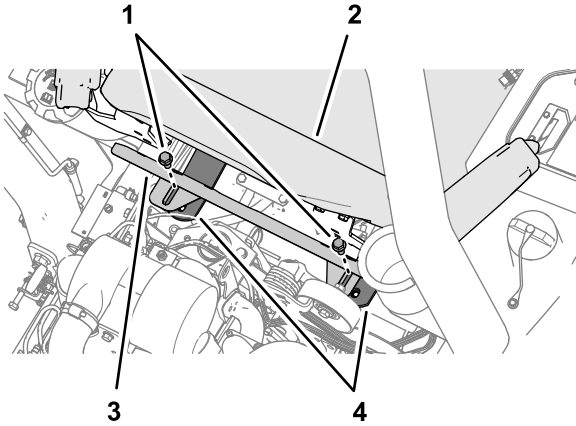

Figura 2
1. En la parte trasera del asiento del operador, retire los 2 tornillos de caperuza con arandela prensada que fijan el protector térmico y el tubo transversal de las pletinas del asiento y retire el protector térmico (Figura 2).